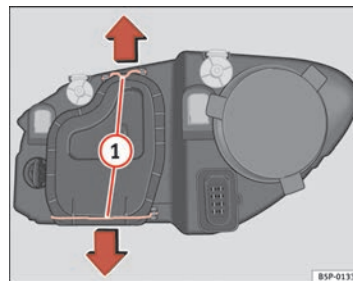

Abb. 165 Abblendlicht
- Die Streben ⇒ Seite 274, Abb. 165 ① in Pfeilrichtung verschieben und den Deckel abnehmen.